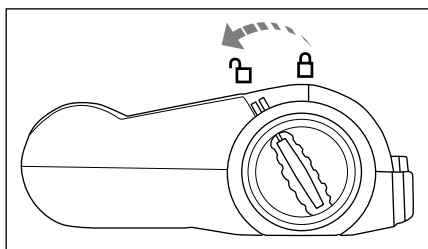

Fig. 7
- 2) Desbloqueie o rolo de escovas **18**, rodando o desbloqueio do rolo de escovas **17** na direção do símbolo  (abrir) (fig. 7).